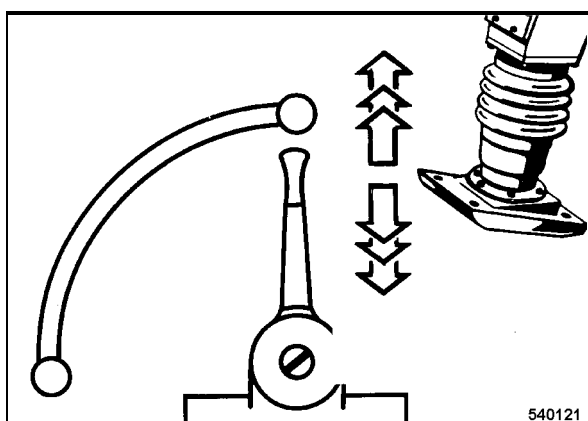

Fig. 16
- Colocar la palanca reguladora de revoluciones (Fig. 16) en posición MAX.